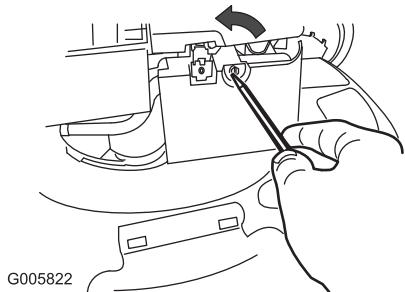

Figure 23
- Ouvrez le couvercle du filtre à air avec un tournevis (Figure 23)